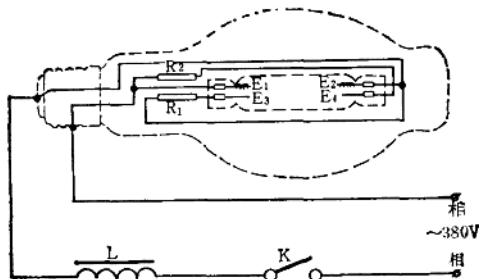

图 39-2-10 管形镝灯工作线路
b. 管形镝灯(又称日光色镝灯) 400 瓦管形镝灯的工作线路见图 39-2-10。由于碘化镝的引入,使灯管的工作电压和启动电压均升高,因此须采用 380 伏供电,并在灯内装有二个引燃电极 E₂、E₄,以改善启动性能。它的启动过程与荧光高压汞灯相似,工作时应匹配与功率相对应的专用镇流器。如用二只 400 瓦荧光高压汞灯用的镇流器串联代用,则实际功率大于额定值。该灯如用 220 伏供电,则需配